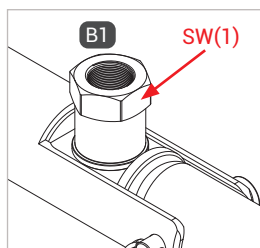

Figure 1
- ▶ Lors du montage de la conduite de fluide, exercez une contre-pression sur le méplat SW (1) (*Figure 1*) à l'aide d'une clé plate.
- ▶ Vissez hermétiquement l'entrée fluide « B1 » à l'embout de raccordement de la conduite de fluide (*Figure 1*).